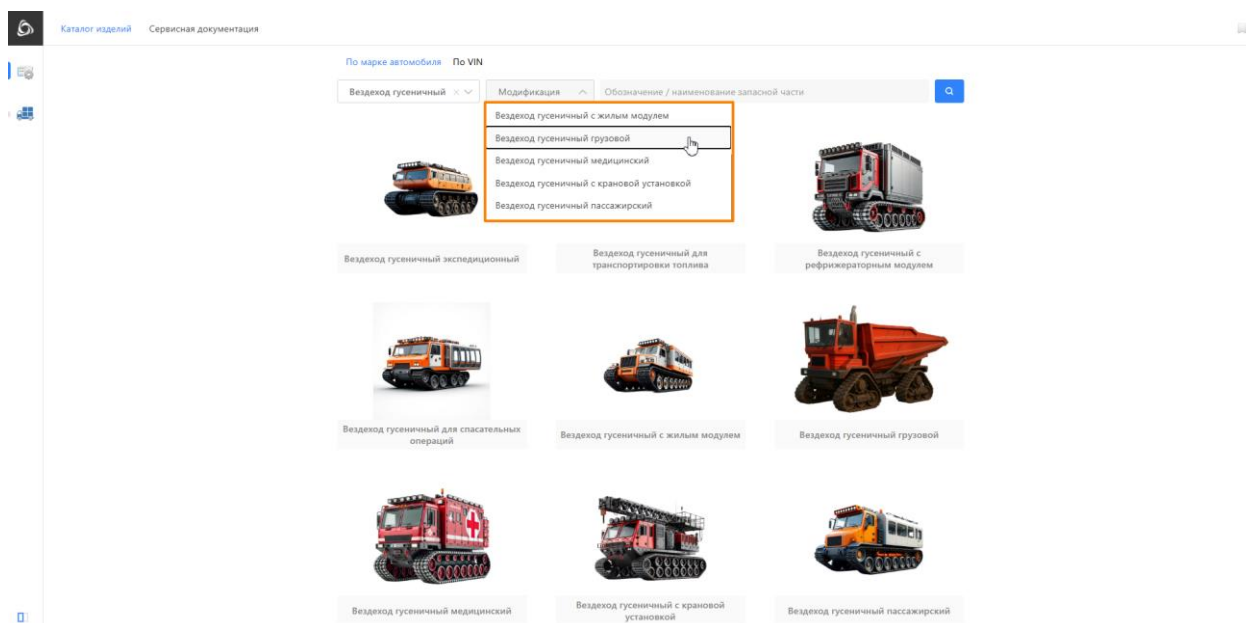

Рисунок 31 – Выбор модификации автомобиля
- В поле «Модификация» выбрать из выпадающего списка модификацию автомобиля (Рисунок 31);